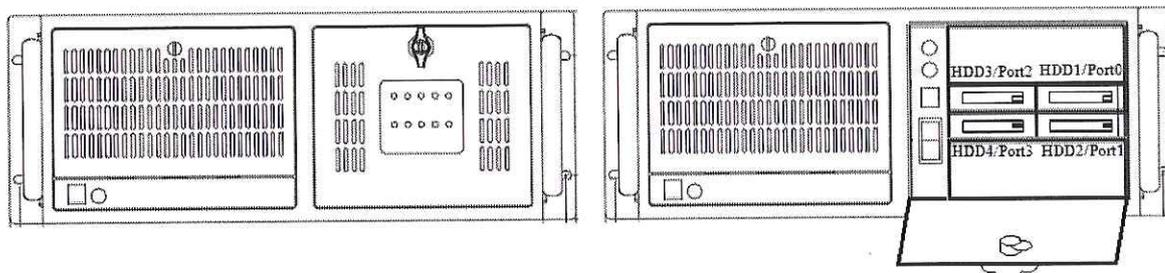

Рисунок 2 – Вид системного блока спереди.
5.2.4.7 На передней панели системного блока (см. рисунок 2) расположены элементы управления и индикаторы: